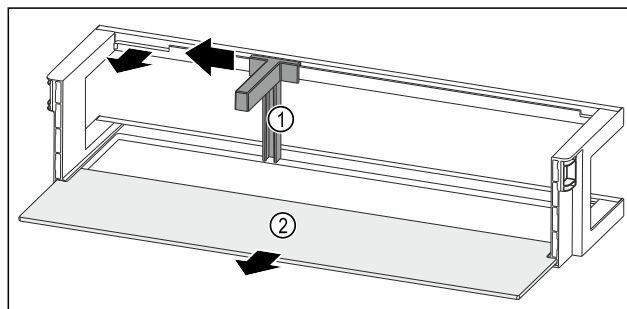

Fig. 163 Dveřní přihrádka s držákem lahví a odkládací plochou
- ▶ Držák lahví Fig. 163 (1) posuňte na stranu až k vybrání.
- ▶ Držák lahví Fig. 163 (1) odeberte.
- ▶ Odkládací plochu Fig. 163 (2) odeberte.